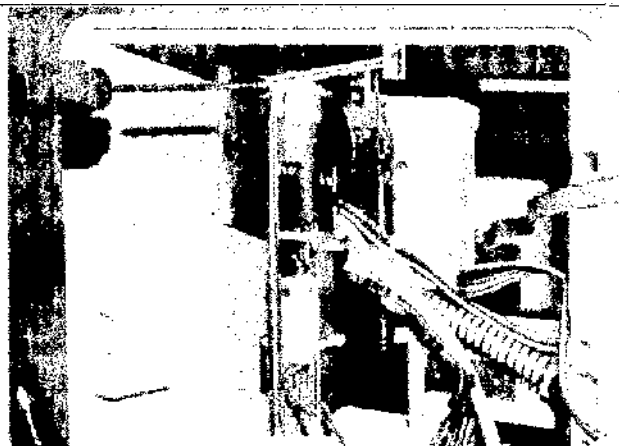

Рис. 63: Выкручивание крепежного винта
3. Выкрутить крепежный винт (рис. 63/1) иглы введения, придерживая ее на месте.